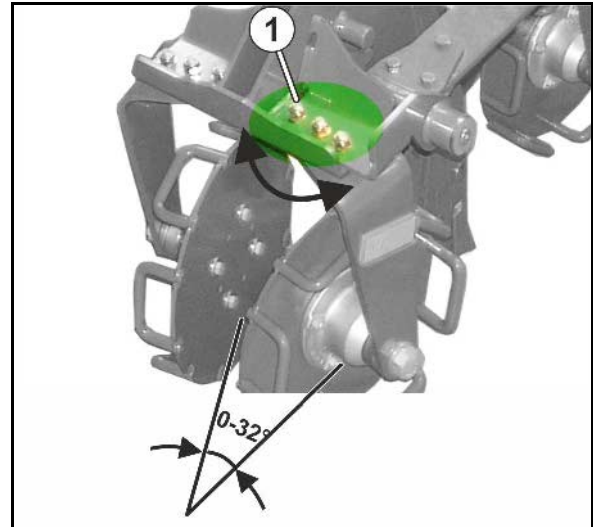

Fig. 95
La disquette de calcul comporte trois échelles graduées : une échelle extérieure blanche (Fig. 95/1) pour tous les débits supérieurs à 30 kg/ha, une échelle intérieure blanche (Fig. 95/2) pour tous les débits inférieurs à 30 kg/ha et une échelle centrale de couleur (Fig. 95/3) pour les positions du boîtier de 1 à 100.
2. Visualisez le débit de **125 kg/ha** (Fig. 95/A) et la position de boîtier **50** (Fig. 95/B) sur la disquette de calcul.
3. Toujours sur la disquette de calcul, déterminez la position de boîtier correspondant au débit souhaité de **175 kg/ha** (Fig. 95/C). Dans le cas présent, il s'agit de la position **70** (Fig. 95/D).